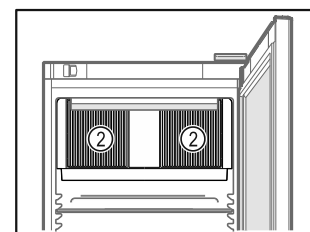

Fig. 72
- Ikke tildekk lufteåpningen Fig. 72 (2) til omluftviften inne i apparatet.